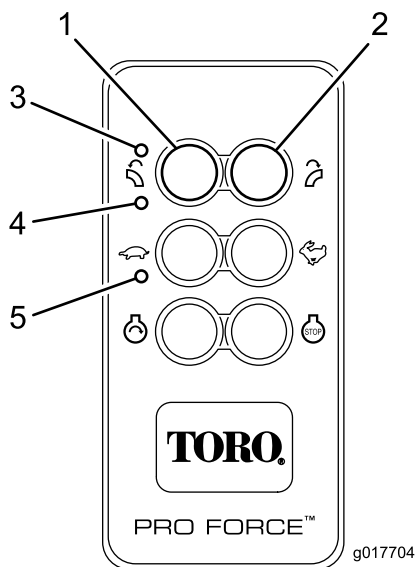

Figure 12
La télécommande est activée (mise sous tension) quand une touche est actionnée. Les diodes d'émission et de réception clignotent pour indiquer que la télécommande est active et communique avec l'unité de base. Pour conserver l'alimentation de la batterie, la télécommande reste active environ (3) secondes avant d'être automatiquement désactivée si aucune touche n'est actionnée durant cette période. Lorsque la temporisation arrive à expiration et que la télécommande est désactivée, toutes les diodes s'éteignent (Figure 12). Appuyez sur une touche pour réactiver la télécommande.